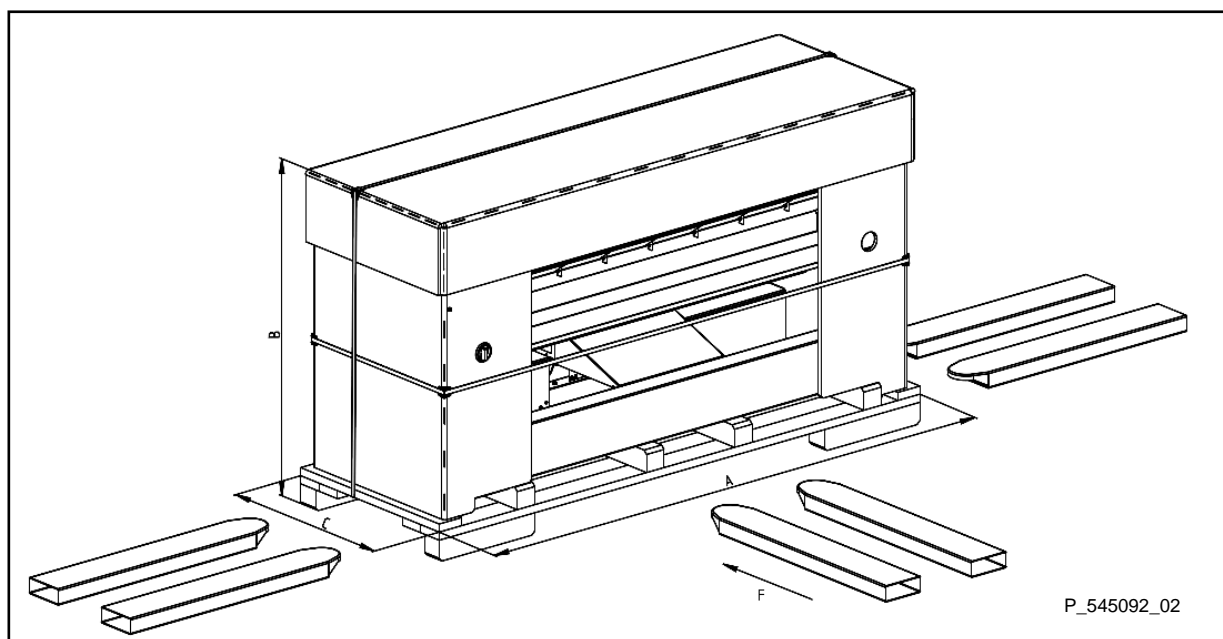

figura 3.1.
- La macchina in stato imballato può essere trasportata con utilizzo del carrello elevatore o di un carrello manipolatore manuale, figura 3.1. Pesì, tabella 3.1.B.
- In caso del carico della macchina dal lato frontale (F), inserire le forche nella parte centrale del pallet, figura 3.1.